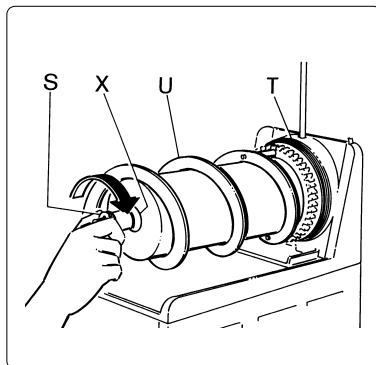

Fig. 14
- d) Destornillar el pomelo de sujeción (S) en el sentido de la flecha (fileteado a la izquierda) y proceder a la extracción del grupo de mezclado (U) y de las guarniciones de estanqueidad (X) y (T) (ver fig. 14).